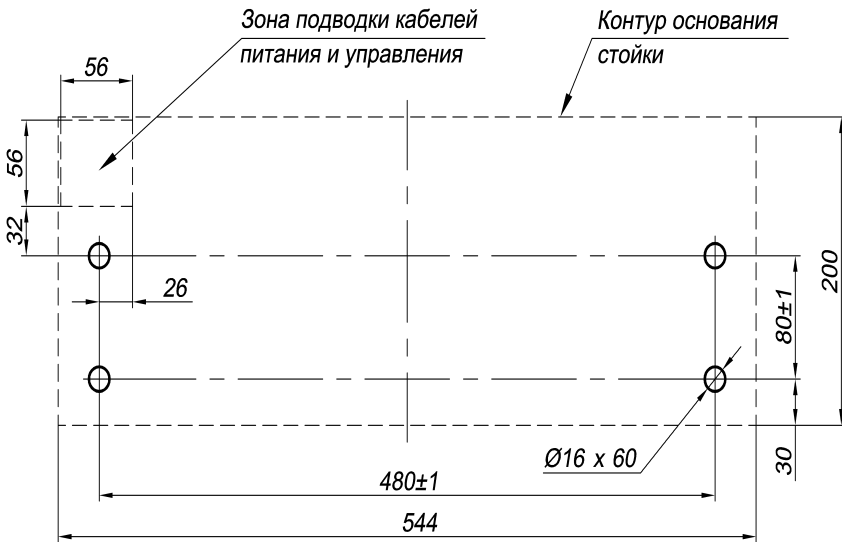

Рисунок 6 — Схема разметки для установки стойки ЭП
- производить разметку установочных отверстий в соответствии с рис. 6;